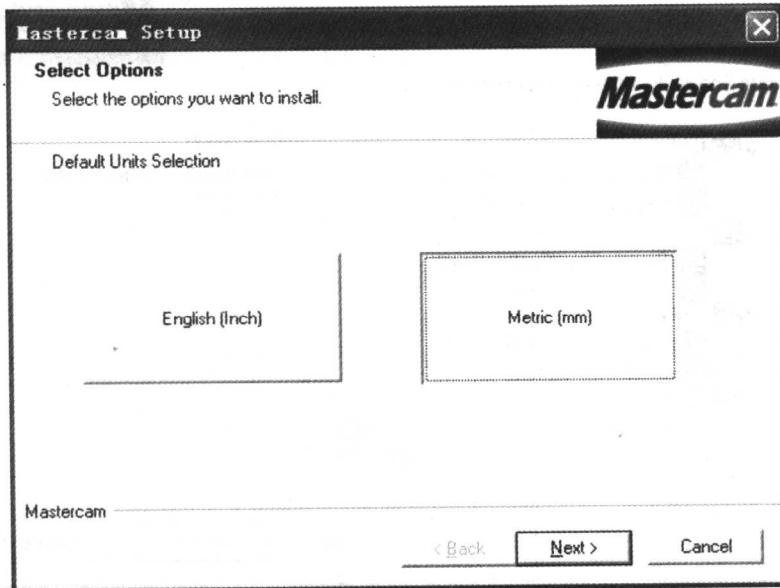

图 1.3 单位制选择
3. 按系统提示选择 Yes, 进入下一步安装步骤选择 Next 后, 系统弹出如图 1.3 所示, 英制或公制选择, 此时选择 Metric(公制单位), 点击 Next。